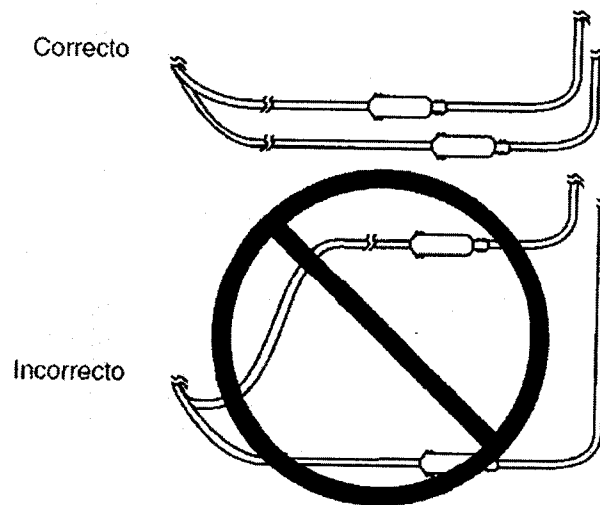

Figura 2. Tunelización de dos electrodos-extensiones.
- Cuando se implanten dos electrodos, dirija los electrodos-extensiones de forma que el área que los separa quede reducida al mínimo (Figura 2). Si los electrodos-extensiones se dirigen en forma de bucle y el paciente queda expuesto a alguna fuente de interferencias electromagnéticas (como detectores antirrobo), puede percibir un aumento momentáneo de estimulación que en ocasiones se ha descrito como estimulación molesta (sensación de sacudida o descarga).